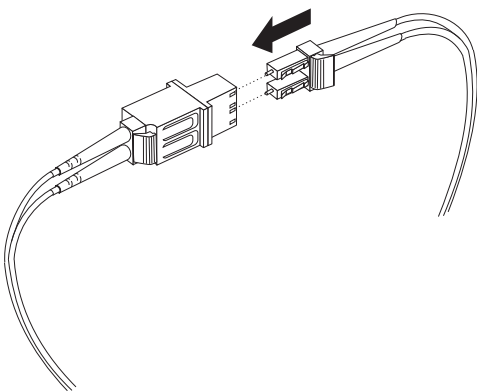

图 3-19. 将 LC-LC 电缆连接到 LC-SC 电缆适配器
4. 小心地将 LC-LC 电缆的另一端插入 LC-SC 电缆适配器的 LC 接口端，如图 3-19 中所示。推入接口直到咔哒一声推送到位。